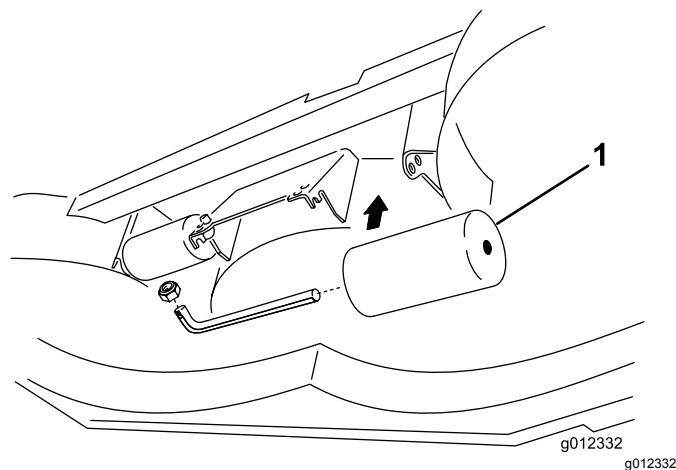

Figura 12
2. Regolate i rulli posteriori (interni), come illustrato nella Figura 12.